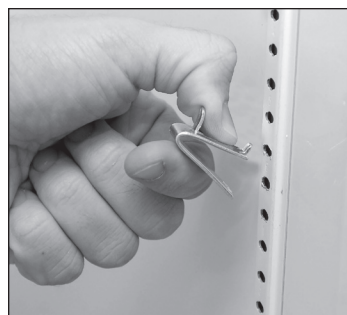

Figure 1. Pose de la languette supérieure du taquet de clayette
1. Accrochez les taquets des clayettes sur les montants de support de clayette. Voir Figure 1.